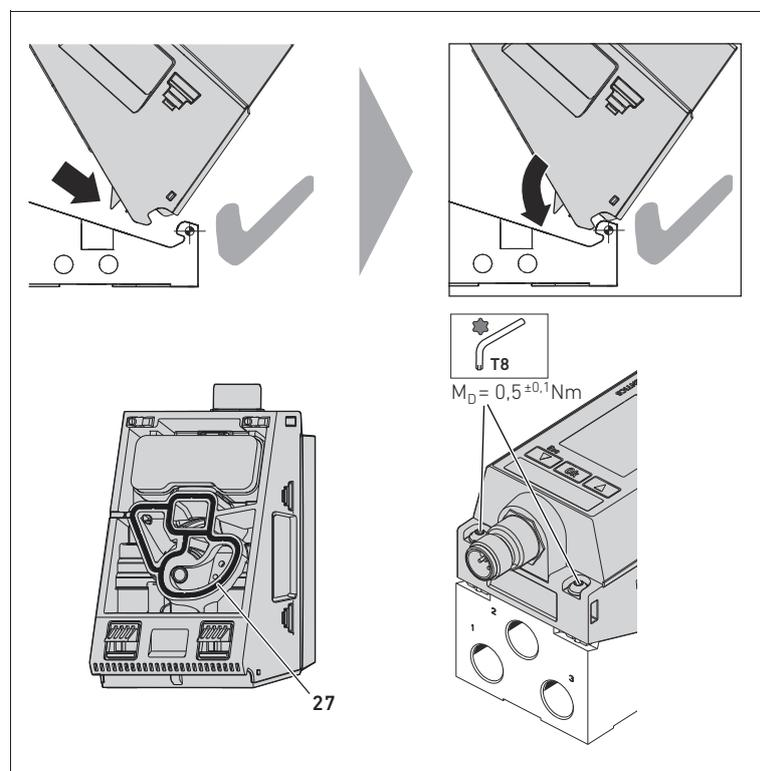

Abb. 9: EV03-Druckregelventil auf die Grundplatte montieren
1. Setzen Sie das EV03 schräg auf die Drehachse ↯ auf (siehe Abb. 9).
2. Klappen Sie das EV03 herunter, sodass es auf der EV03-Grundplatte aufsitzt. Achten sie dabei auf den korrekten Sitz der Dichtung (27) im Druckregelventil.